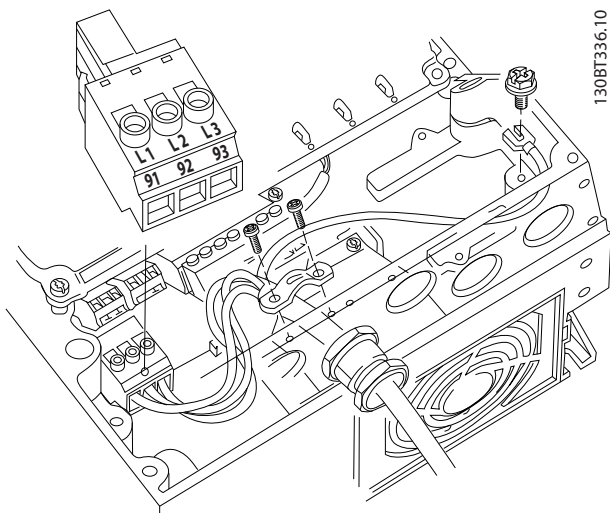

图 4.9 连接到交流主电源
1. 将三相交流输入电源线路连接到端子 L1、L2 和 L3 上（请参阅 图 4.9）。